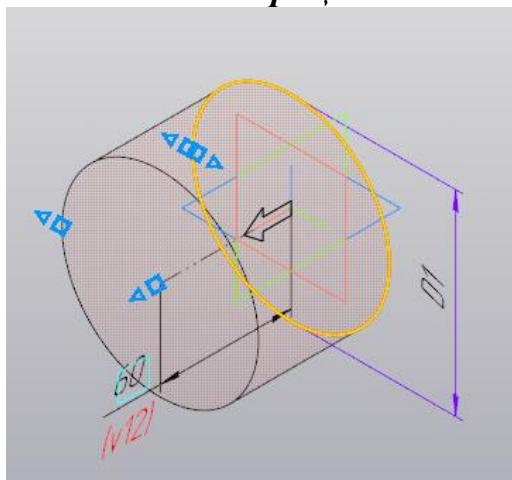

Рисунок 116.
4. Выполните **Операцию выдавливания** на **Расстояние – 60** (рисунок 116).